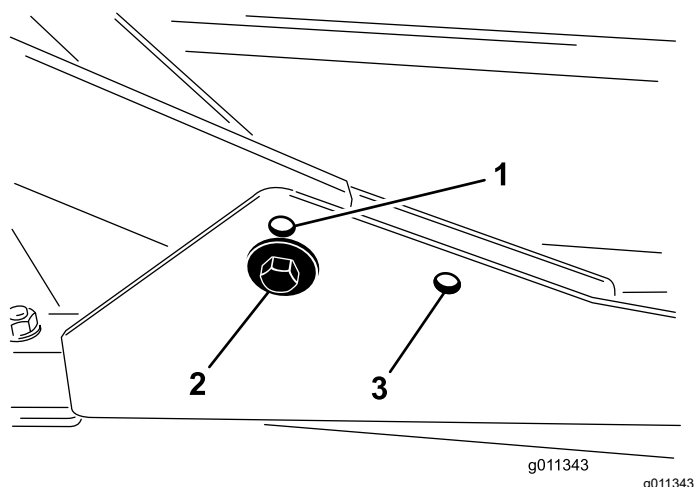

図 2
1. 刈り高設定を 2076 mm として使用する場合には、前側の低い取り付け穴にキャリアフレームを取り付けます 図 2。
2. 刈り高設定を 63100 mm として使用する場合には、前側の高い取り付け穴にキャリアフレームを取り付けます 図 2。
後カッティングデッキは、刈り高に関係なく後側の取り付け穴を使って取り付けます 図 2。